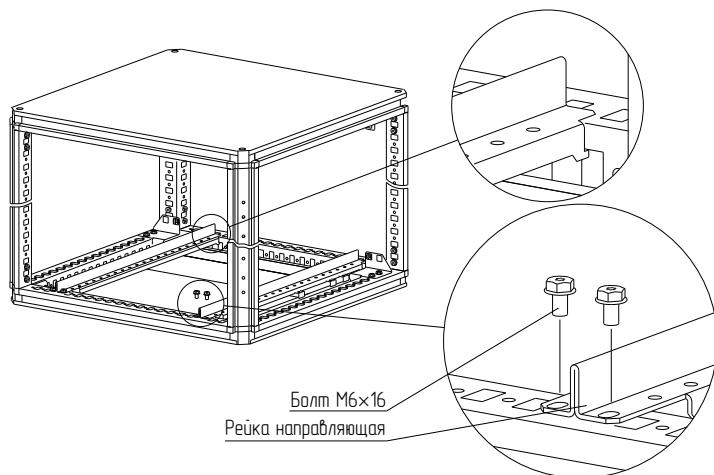

Рисунок 4
4.1.5 Для удобства установки панели монтажной рекомендуется применять направляющие рейки (рисунок 4). Направляющие рейки необходимо закрепить на основании болтами М6х16. Момент затяжки – 7 Н·м. Направляющие рейки и болты М6х16 в комплект не входят и приобретаются отдельно.